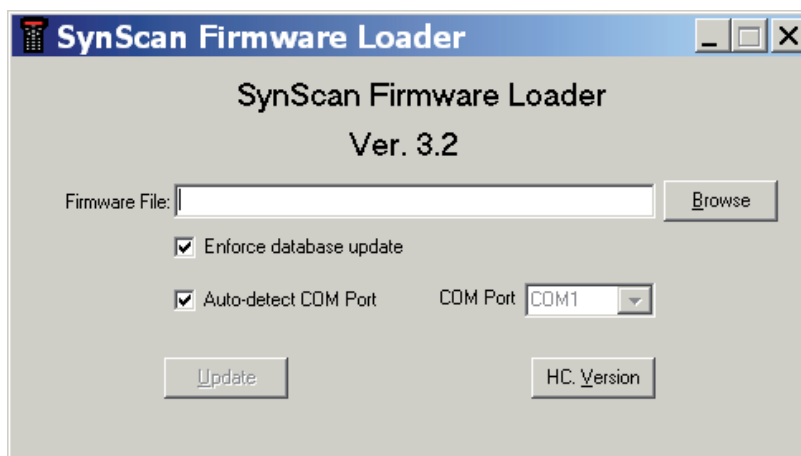

Fig. 10.3a
4. Lancez le programme SynScanFirmwareLoader.exe sur votre ordinateur. Une fenêtre d'application s'ouvre, semblable à la Fig. 10.3a